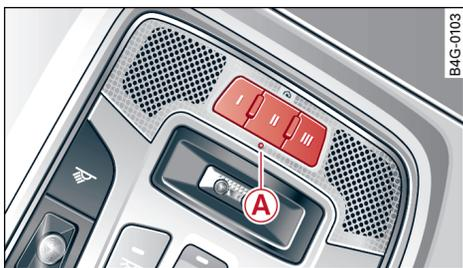

图 42 车顶篷：操控单元
- ▶ 要打开车库门时，请按按钮。LED 指示灯 **A** ⇒ 38 页，图 42 闪烁或亮起。